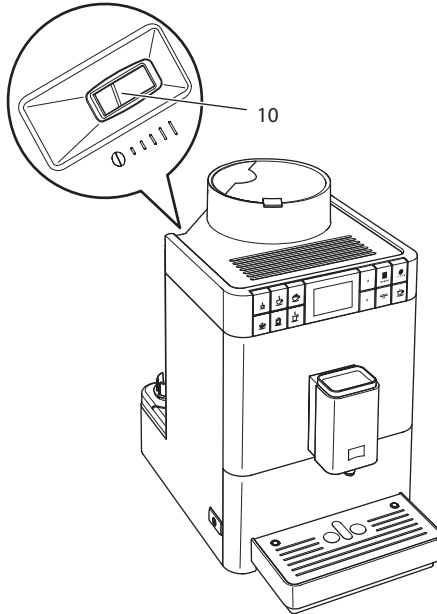

Fig. 16: Levier de réglage de la finesse de la mouture
- » Le levier « Réglage de la mouture » (10) apparaît sur le corps de l'appareil.
2. Placer le levier vers la gauche ou la droite comme illustré à la Fig. 16.